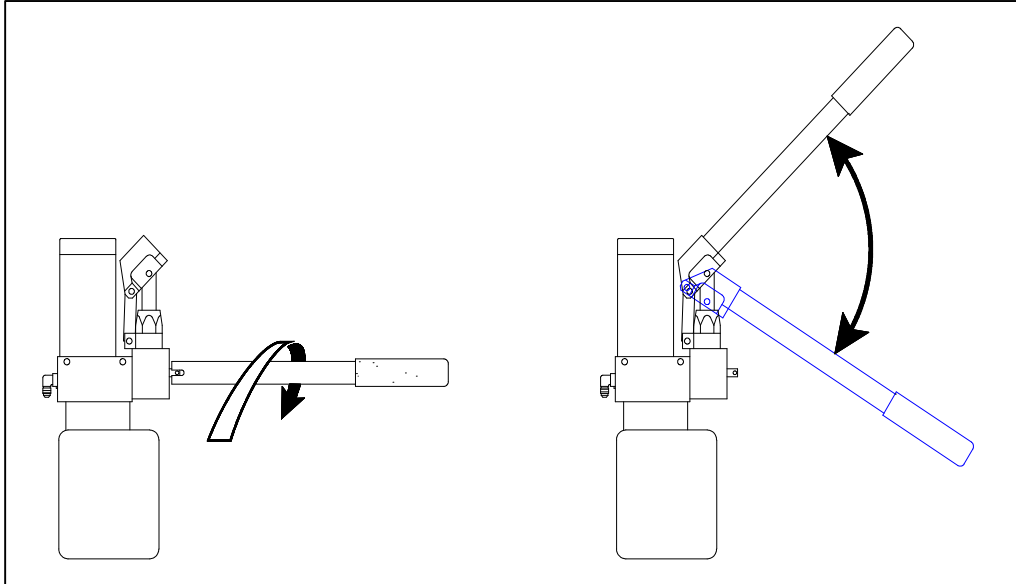

FIGURA 12 BOMBA AUXILIAR MANUAL - ELEVACIÓN MANUAL DE LA PLATAFORMA
- 1) Vea la **Figura 12**. Verifique que la válvula de liberación de la bomba esté cerrada.
- 1) Vea la Figura 12. Verifique que la válvula de liberación de la bomba esté cerrada.